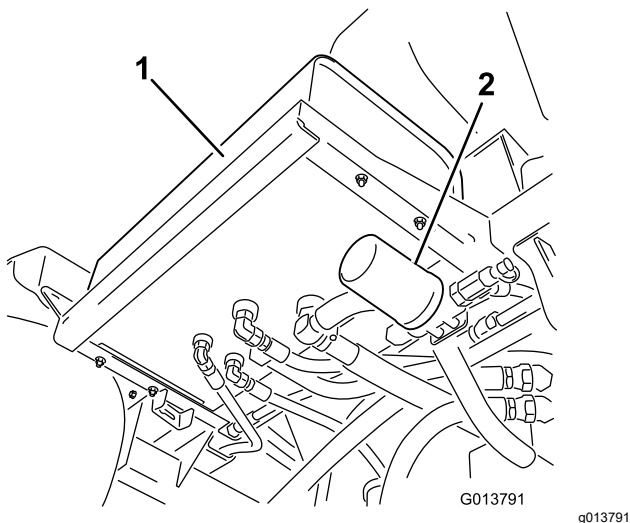
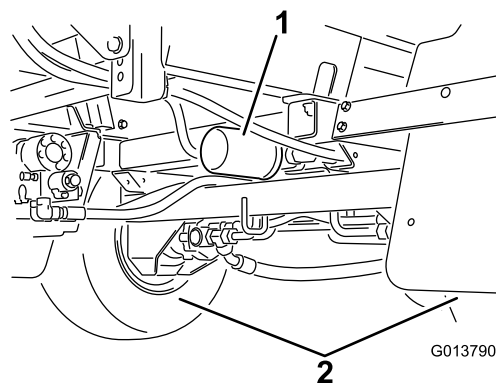

Figura 143
Figura 144
2. Localice los dos filtros hidráulicos en la máquina (Figura 143 y Figura 144).